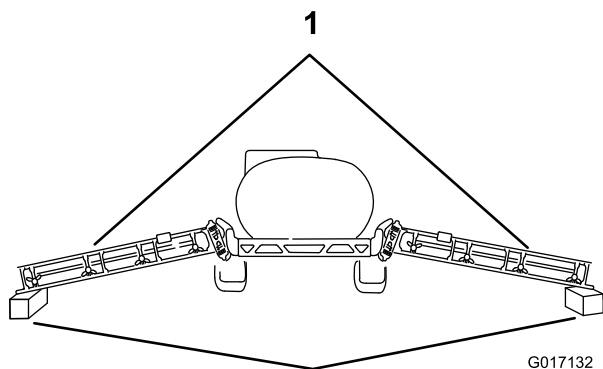

Figura 5
3. Abbassate con cautela le barre sui blocchi di legno alti circa 10 cm (Figura 5).